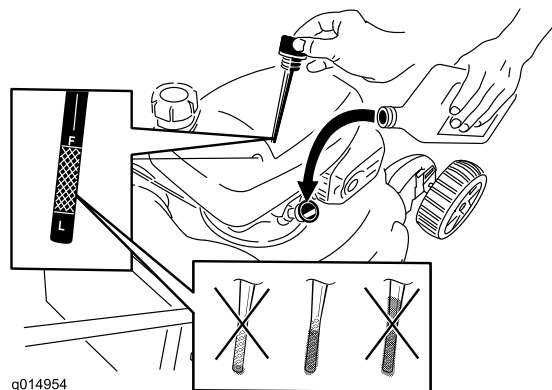

Рисунок 15
1. Выньте щуп для измерения уровня, вытрите его, и затем вставьте на полную глубину (Рисунок 15).
2. Выньте щуп и проверьте уровень масла (Рисунок 15). Если уровень масла ниже отметки **Add (Долить)** на масломерном щупе, медленно заливайте масло в маслозаливной патрубок, чтобы поднять уровень масла до метки **Full (Заполнено)** на масломерном щупе. **Не допускайте переполнения картера.** (Макс. объем масла: 0,59 л, тип: автомобильное моющее масло (SAE 30), имеющее классификацию API: SF, SG, SH, SJ, SL или выше.)